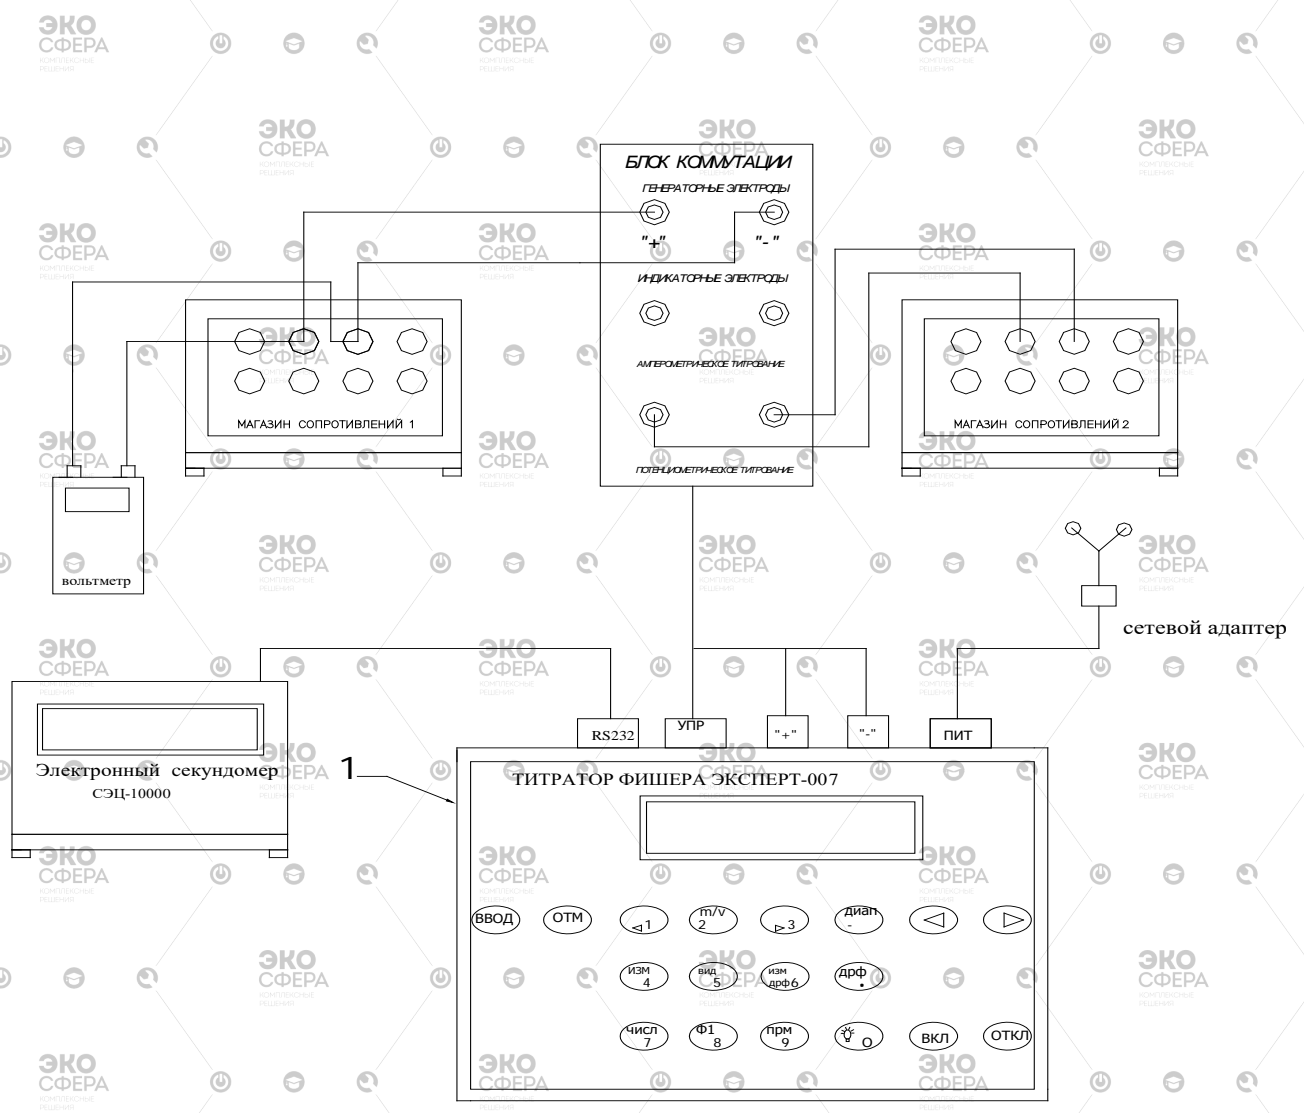

Рисунок 4.1 Схема подключения кулонометрических титраторов: Эксперт-007М, Эксперт-007МА, Эксперт-007МАП (бипотенциометрическая индикация)
4.8.1. Собирают схему подключения согласно рис. 4.1 (бипотенциометрическая индикация) или рис.4.1а (биамперометрическая индикация).
Рисунок 4.1а Схема подключения кулонометрических титраторов: Эксперт-007М, Эксперт-007МА, Эксперт-007МАП (биамперометрическая индикация)